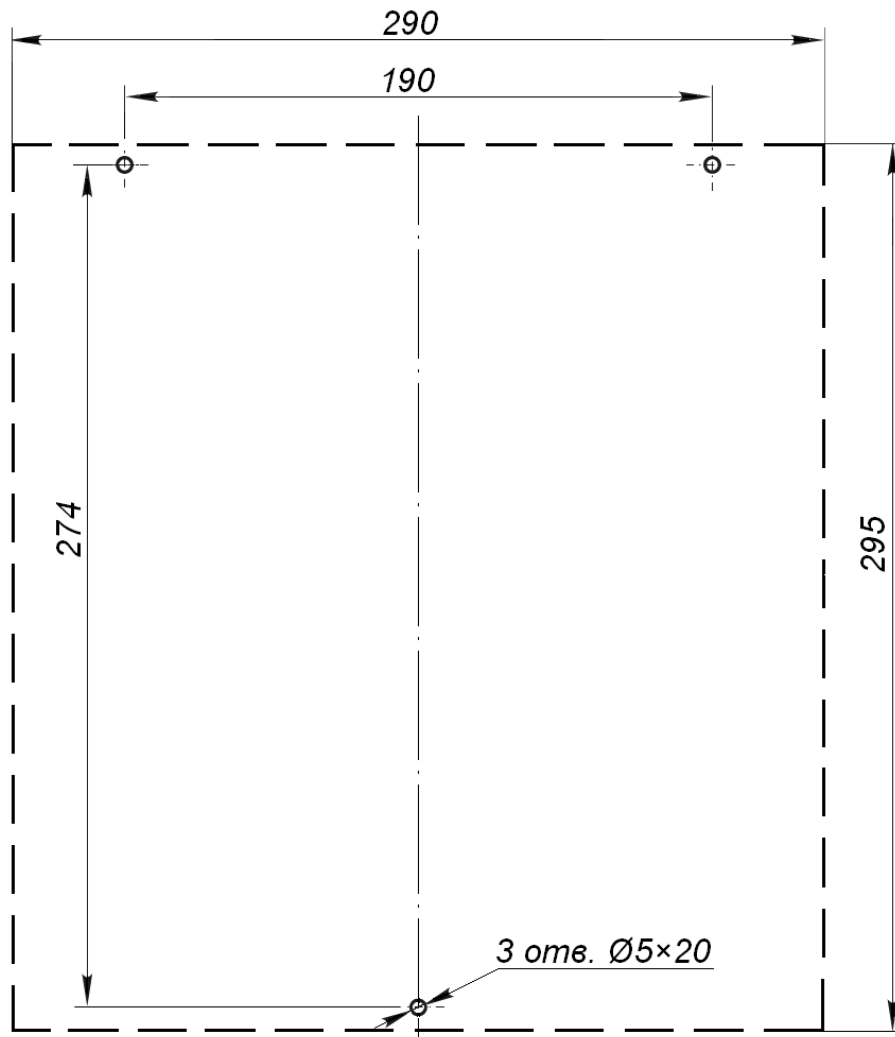

Рисунок 9. Разметка отверстий для крепления БУ на стене
5. Извлеките из коробки створку (3). Установите ее на поворотную стойку (1) в патрубки (14). Через отверстия в патрубках (14) затяните установочные винты крепления створки ключом шестигранным S5. Убедитесь, что створка (3) надежно закреплена.
6. Проверьте свободный поворот створки калитки. Для этого разблокируйте ключом (7) замок механической разблокировки (6) (см. разд. 10.1). Створка калитки должна поворачиваться рукой в обе стороны легко и равномерно. После проверки установите створку в исходное положение и заблокируйте вращение калитки ключом.
8. Выполните разметку отверстий для крепления БУ (8) на стене согласно рис. 9. Просверлите отверстия и установите в них пластмассовые дюбели из комплекта